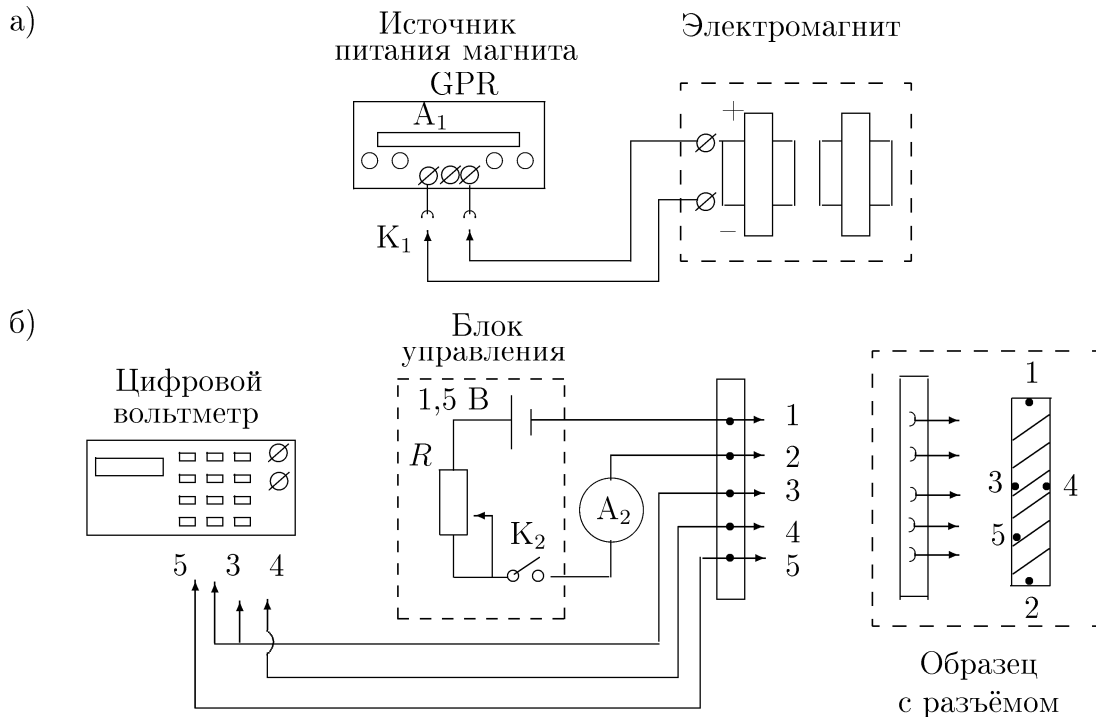

Рис. 1. Схема установки для исследования эффекта Холла в полупроводниках
**Экспериментальная установка.** Электрическая схема установки для измерения ЭДС Холла представлена на рис. 1.
В зазоре электромагнита (рис. 1а) создается постоянное магнитное поле, величину которого можно менять с помощью регуляторов источника питания электромагнита. Ток питания электромагнита измеряется амперметром источника питания  $A_1$ . Разъем  $K_1$  позволяет менять направление тока в обмотках электромагнита.
Образец из легированного германия, смонтированный в специальном держателе (рис. 1б), подключается к батарее ( $\approx 1,5$  В). При замыкании ключа  $K_2$  вдоль длинной стороны образца течёт ток, величина которого регулируется реостатом  $R$  и измеряется миллиамперметром  $A_2$ .